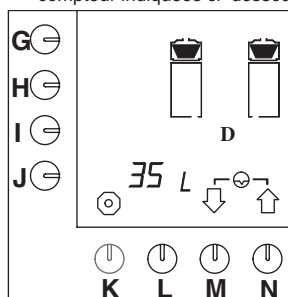

Fig. 40 Remise à zéro du compteur journalier du système de filtration
- Appuyez sur la touche de sélection (M.)↓ jusqu'à ce que la fig.40 s'affiche sur l'écran de contrôle.